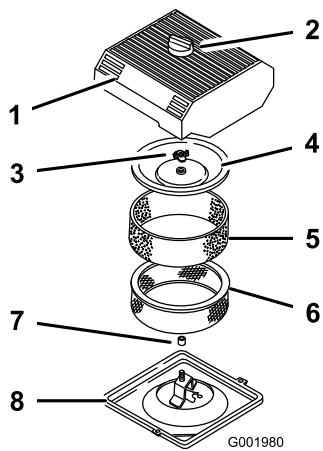

Figure 47
3. Nettoyez la surface autour du filtre à air pour éviter que des impuretés n'endommagent le moteur en tombant à l'intérieur (Figure 47).
- Desserrez le bouton sur le couvercle du filtre à air et déposez le couvercle (Figure 47).
- Sortez délicatement l'élément en mousse de l'élément en papier (Figure 47).
- Dévissez l'écrou du couvercle et enlevez le couvercle et l'élément en papier (Figure 47).
- Glissez délicatement l'élément en mousse sur l'élément en papier (Figure 47).
3. Vissez l'écrou à la main contre le couvercle (Figure 47).
4. Remettez en place le couvercle du filtre à air et le bouton (Figure 47).